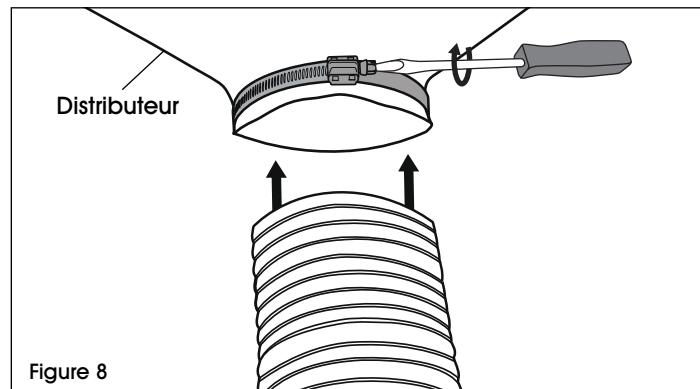

Figure 8
4. Glissez le collier de serrage sur le distributeur. Insérez le nouveau tube à travers le collier de serrage et le distributeur. (Voir Figure 8)
5. Utilisez un tournevis à tête plate pour serrer le collier de serrage afin de fixer le tube. (Voir Figure 8)